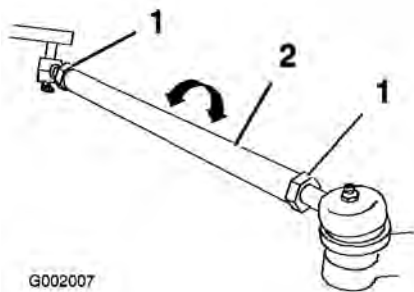

Figura 58
- Si la distancia no está en el intervalo especificado, afloje las contratuercas en ambos extremos de las bielas (Figura 58).